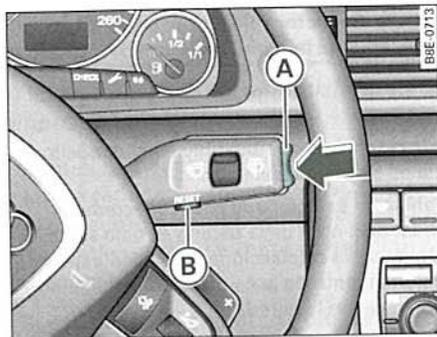

Fig. 125 Palanca del limpiaparabrisas: Tecla Reset y selector
Funciones de la tecla **Reset** (B) ⇒ fig. 125 y del selector (A)
- Pulse la tecla **Reset** (B) ⇒ *página 128*, fig. 125. Se visualiza el menú inicial ⇒ *página 42*, fig. 26.
- Pulse el selector (A) hasta que se active la opción de ajuste (en fondo rojo).